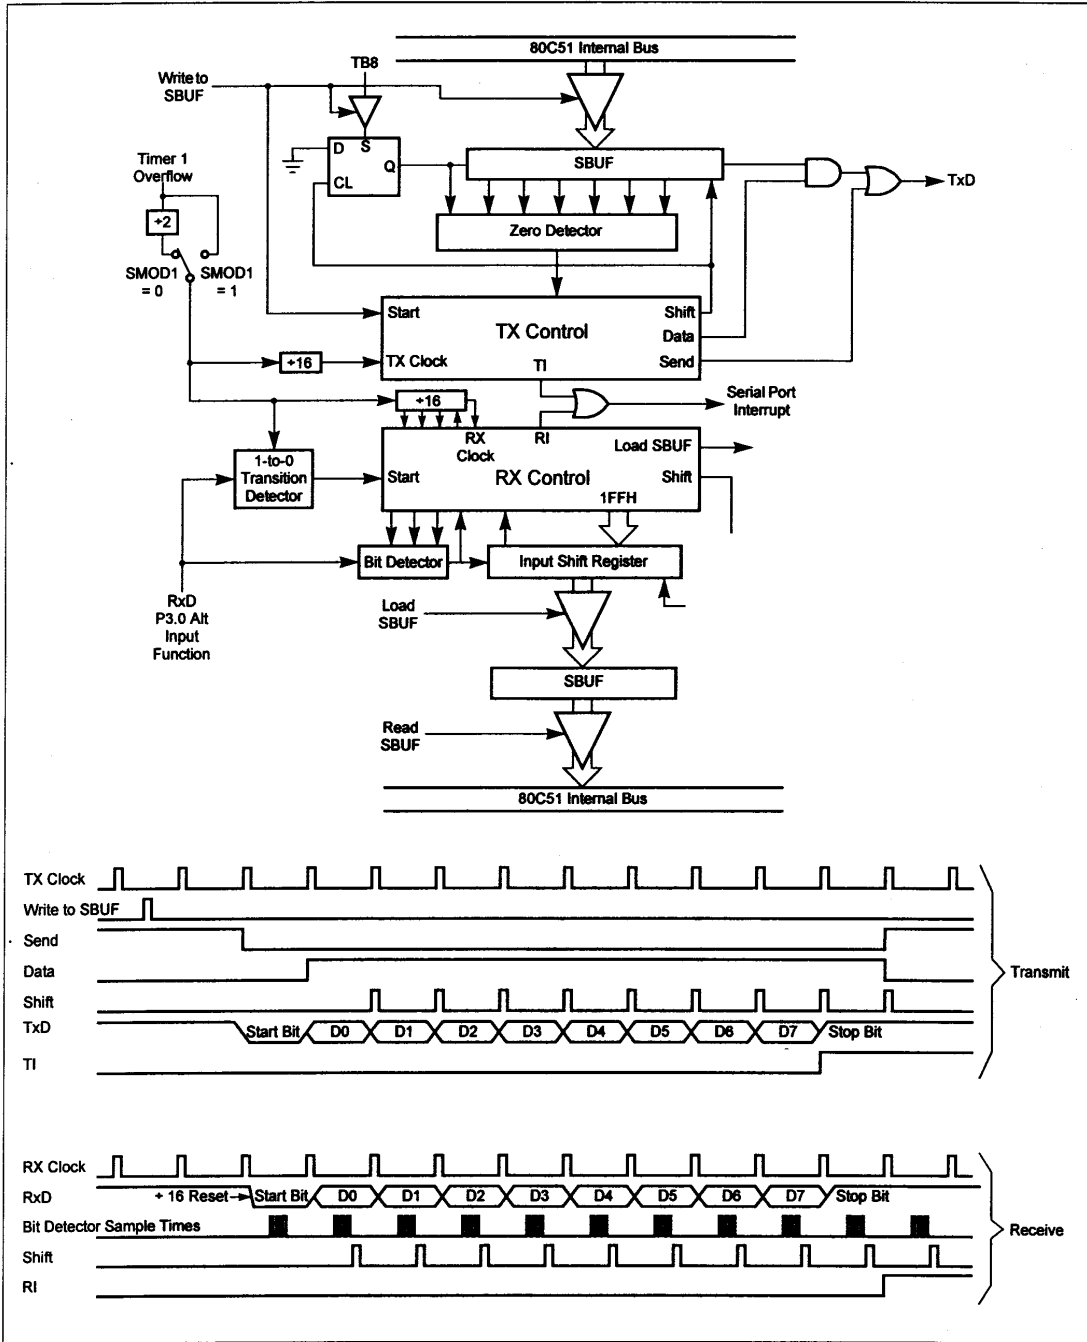

图 32 串口模式 1
串行口工作于模式 1 时, 传输的是 10 位: 1 位起始位 (0), 8 位数据 (低位在先) 及一位停止位 (1) 由 RxD 接收, TxD 发送。接收时, 停止位存入 SCON 内 RB8。P87LPC768 波特率取决定时器 1 的溢出速率。图 32 所示为串行口的功能简图及相应的发送/接收时序。